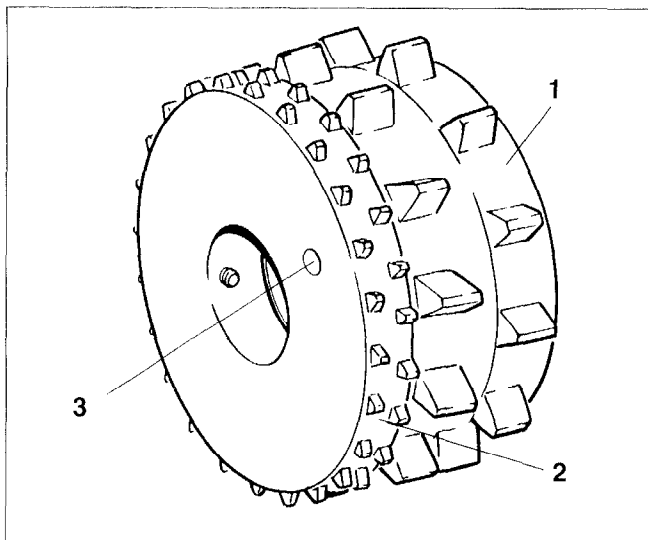
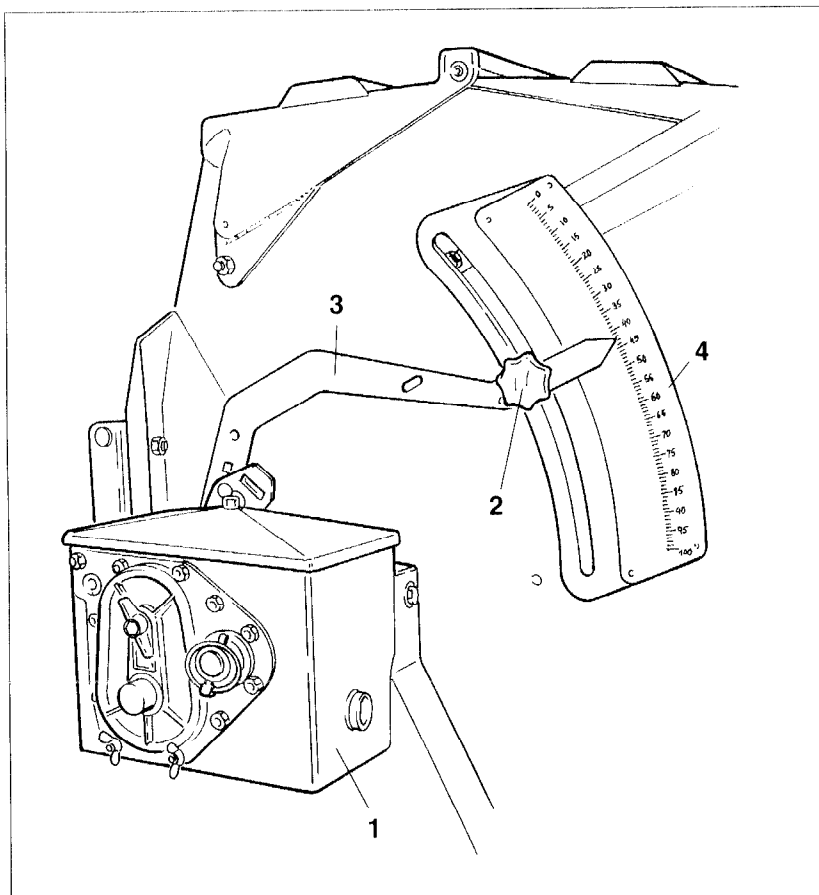

Fig. 7.1
Fig. 7.10
AMAZONE-Sämaschinen sind serienmäßig mit Elite-Särädern (Fig. 7.1) ausgestattet. Elite-Säräder setzen sich zusammen aus Normalsärad (Fig. 7.1/1) und Feinsärad (Fig. 7.1/2).
- Getriebestellhebel (Fig. 7.10/3) so oft auf- und abbewegen, bis die Bohrungen (Fig. 7.1/3) der Feinsäräder sichtbar werden.
Die Aussaatmenge ist am Getriebe (Fig. 7.10/1) einzustellen:
- Drehknopf (Fig. 7.10/2) am Stellhebel (Fig. 7.10/3) lösen,
- Getriebestellhebel (Fig. 7.10/3) **von unten** auf den Skalenwert lt. Sätabelle schieben,
- Drehknopf (Fig. 7.10/2) festziehen.
Mit dem Getriebestellhebel (Fig. 7.10/3) kann die Drehzahl der Säwelle und damit die Aussaatmenge stufenlos eingestellt werden. Je höher die Zahl auf der Skala (Fig. 7.10/4) mit dem Getriebestellhebel gewählt wird, desto größer wird die Aussaatmenge.